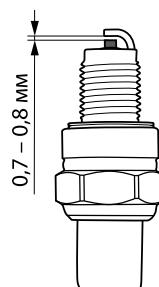

рис. 17
- Выверните свечу шестигранным ключом и осмотрите ее. Электроды свечи должны иметь светло-коричневый цвет (рис. 17).
- Очистите электроды мелкой наждачной бумагой до металла и проверьте зазор между заземляющим и центральным электродами, используя специальный щуп. При необходимости установите зазор 0,7-0,8 мм (рис. 17).